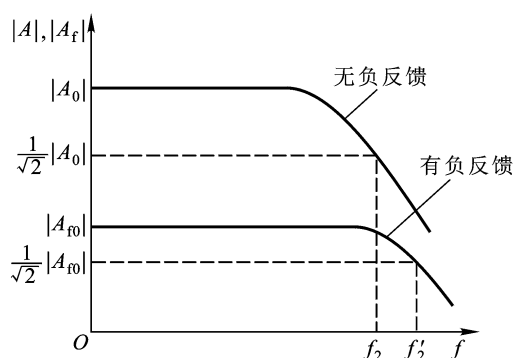

图2 负反馈展宽通频带
4. 展宽通频带 引入负反馈使电路的通频带展宽，如图 2 所示。由于集成运算放大器都采用直接耦合、无耦合电容，故其低频特性良好，展宽了通频带；引入负反馈后，在高频段通频带又能得到展宽，如图 2 所示。这是由于在中频段，开环放大倍数 $|A|$ 较高，反馈信号也较高，因而使闭环放大倍数 $|A_f|$ 将低较多；而